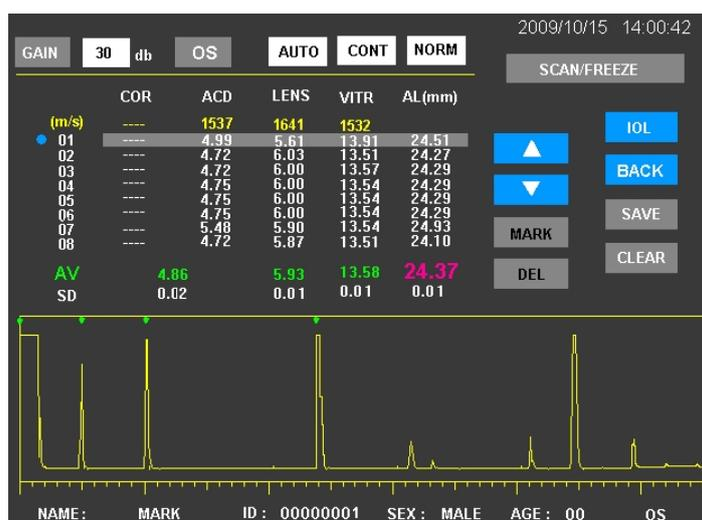

Figura 4.26 Interfaz de visualización de datos
El EUS-1800A/P tiene la función de guardar y mostrar los datos de medición. La interfaz de medición guardada y los datos en el momento de la medición pueden cargarse según la selección del operador, lo que resulta conveniente para la observación y el análisis. Véase la figura 4.26.
- 3) En la interfaz de visualización de datos de medición de ASCAN (véase la figura 4.26), se puede seleccionar el grupo de datos y visualizar la forma de onda de medición controlando las teclas arriba y abajo.